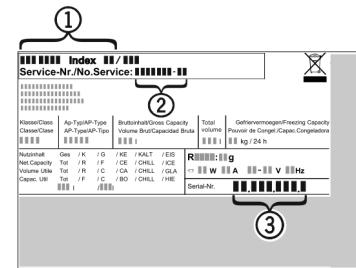

Fig. 14
- Обратитесь в сервисную службу и сообщите вид неисправности, наименование устройства Fig. 14 (1), сервисный № Fig. 14 (2) и серийный № Fig. 14 (3).